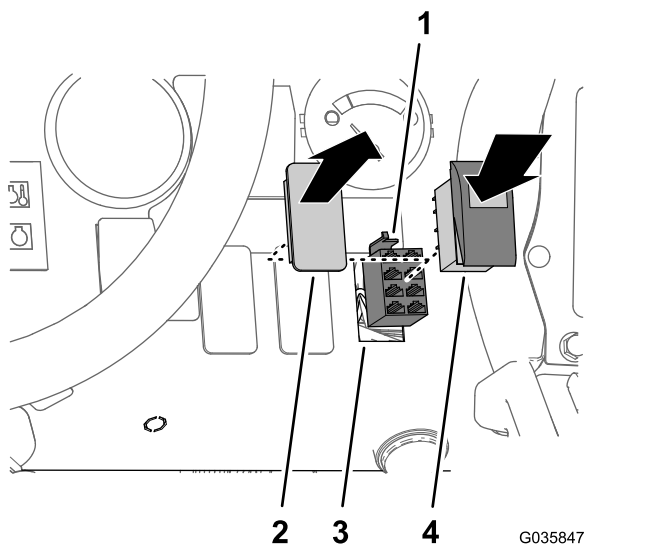

Рисунок 35
1. Удалите заглушку переключателя на приборной панели в месте, показанном на Рисунок 35.
2. Подсоедините 8-гнездовой соединитель жгута проводов доводочного комплекта стрелы с ультразвуковым выравниванием с маркировкой SONIC MODE MANUAL VS. AUTO (РЕЖИМ УЛЬТРАЗВУКОВОГО ВЫРАВНИВАНИЯ — РУЧНОЙ/АВТОМАТИЧЕСКИЙ к клавишному переключателю (Рисунок 35)).
3. Вставьте клавишный переключатель в отверстие приборной панели так, чтобы он надежно зафиксировался со щелчком на месте (Рисунок 35).